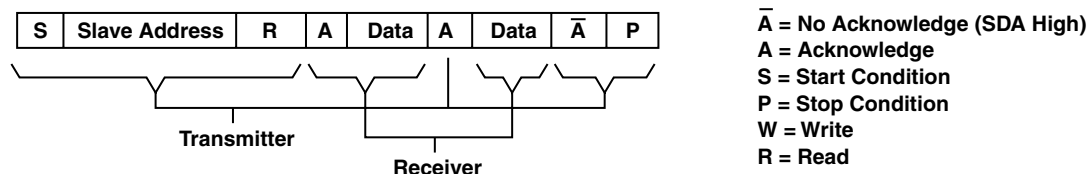
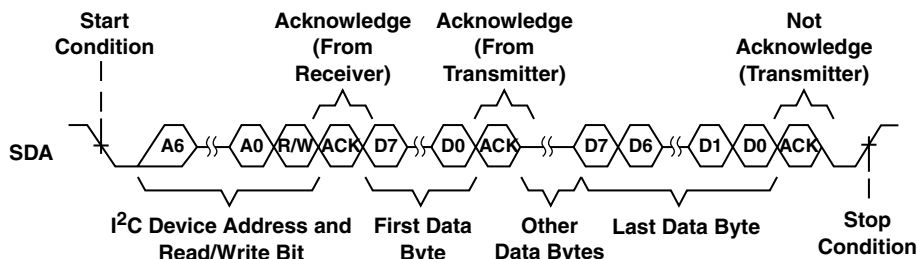

図 22. I²C リードサイクル
図 23. 複数バイトのリード転送
(Abar) 条件がマスターによって生成されます。このノット・アクノリッジは、ストップ条件 (P) になる直前に SDA 信号をハイにして生成します。このシーケンスは、図22および図23に示すようにリードサイクルを終了します。THS7303は複数のリード転送の発生を禁止していることに注意願います。より詳細は『例—THS7303からのリード』の節をご覧ください。